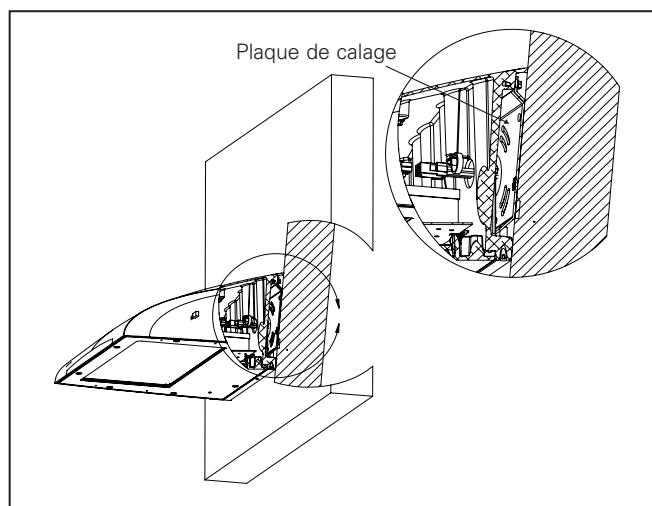

Figure 5.
- Serrez les deux vis de réglage sur le luminaire à un couple de 2,3 Nm (20 po-lb) (figure 5).
5. Accrochez le boîtier supérieur à la plaque de calage et serrez les deux vis de réglage à un couple de 2,3 Nm (20 po-lb) (figure 5).